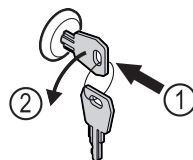

Fig. 177
- ▶ Trykk inn nøkkelen. Fig. 177 (1)
- ▶ Vri nøkkelen 90° mot klokka. Fig. 177 (2)